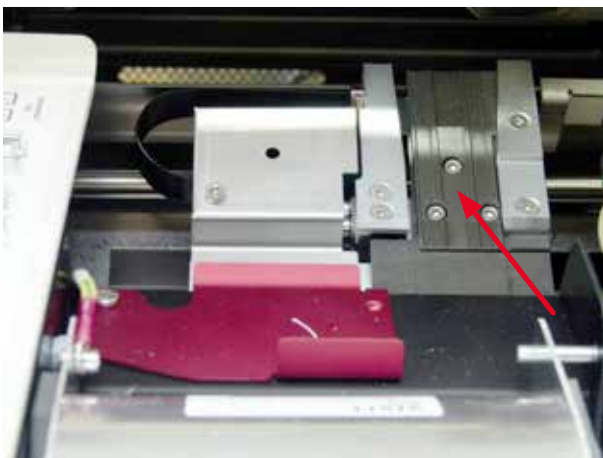

Fig. 50
- Estación de transporte (→ "Fig. 50")
- Cierre la tapa después de limpiar y antes de utilizar el equipo (→ "Fig. 50").